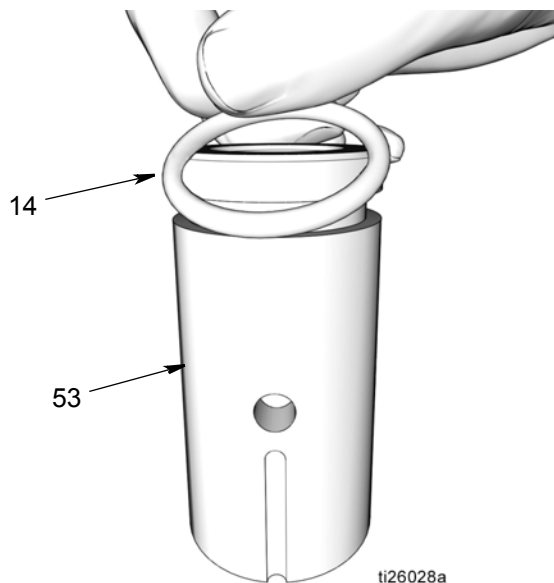

FIG. 41
5. Manguito del elemento de la bomba (53)
- a. Limpie el manguito del elemento de la bomba (53) con un paño limpio y elimine todo resto de suciedad y contaminantes. Inspeccione la superficie en busca de residuos y/o daños.
- b. Aplique una capa fina de grasa en la junta tórica (14). Monte la junta tórica alrededor del manguito del elemento de la bomba (d) (FIG. 41).